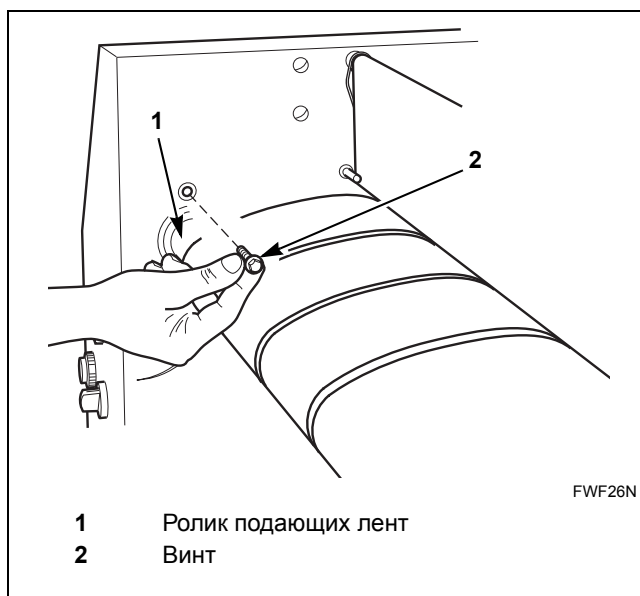

Рис. 27
6. Разблокируйте ролик подающих лент на левой внутренней панели, удалив два винта. Удерживая ролик на месте, проверьте направление установки подшипника. См. Рис. 27.